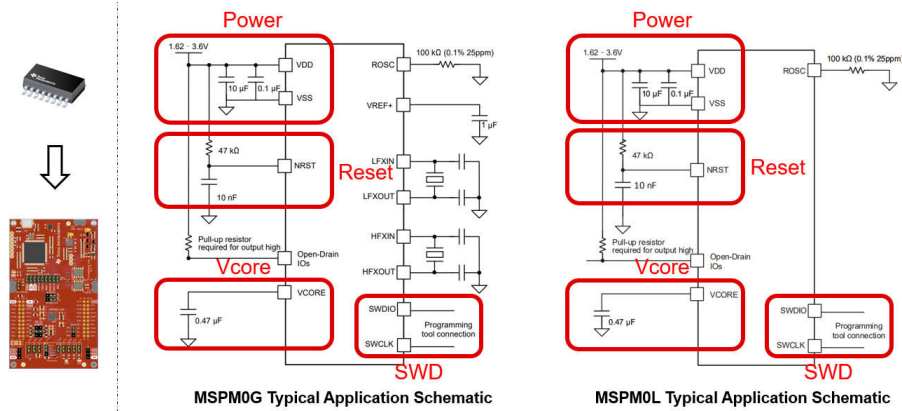

图 2-37. MSPM0 最小系统
3. 对于 MSPM0，可将硬件设计到您自己的电路板中。图 2-37 所示为最小系统设计示例。